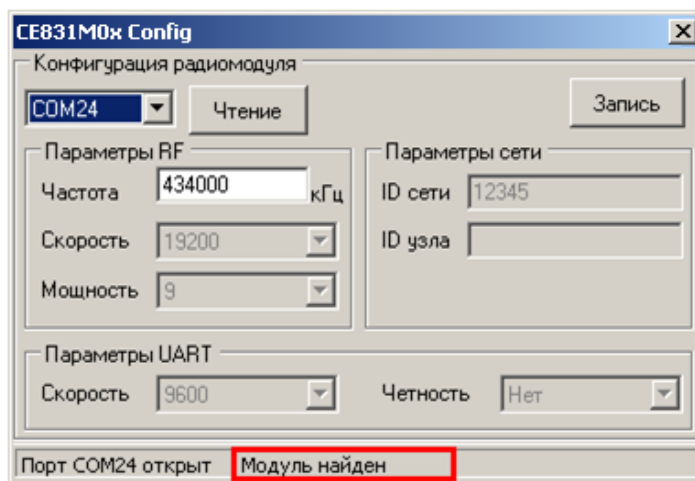

Рисунок 15 – Строка статуса после установления связи с радиомодулем
5.3.3.3.12 Подать питание на счетчик, при этом в строке статуса должна появиться надпись «Модуль найден» (см. рисунок 15). В случае если модуль не найден, проверить правильность подключения модуля к ПК, отключить питание счетчика и повторно подать.
5.3.3.3.13 После того, как связь с радиомодулем счетчика установлена, частоту радиоканала радиомодуля можно изменить (если требуется). Для этого необходимо ввести новое значение частоты в соответствующее поле ввода (см. рисунок 15).